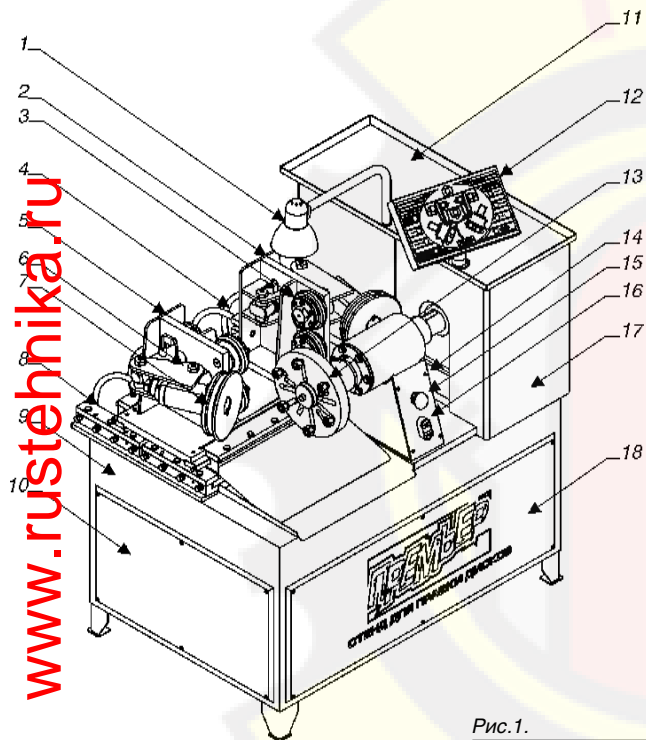

Рис.1.
- Внешний вид стенда для правки дисков «Премьер» приведен на рис. 1.